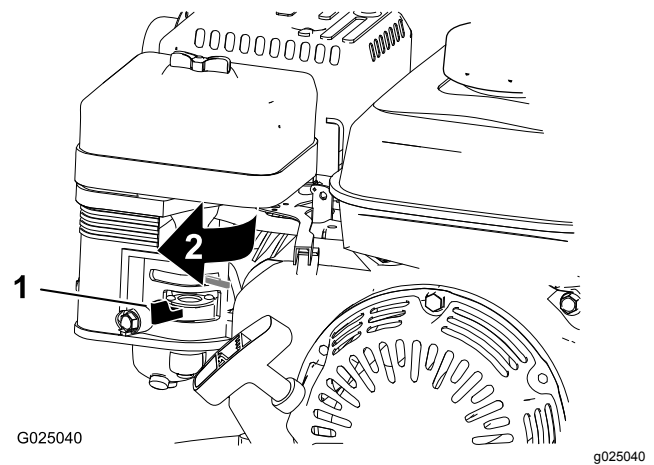

Figura 29
3. Mueva la válvula de combustible a la posición de CERRADO (Figura 29).